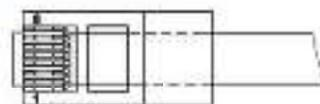

Рис. 2 Обжимка кабеля кат.5е
3. Подключить патч-корд от IP-камер к устройству защиты УЗП-Е («Линия») кабелем UTP кат.5е (в комплект поставки не входят; обжимка кабелей производится по стандарту TIA/EIA 568B (рис.2)).
7. Подключить кабель питания к входу автомата питания S1, при этом фазный провод (L) соединить с контактом 1, нулевой провод (N) с контактом 3.